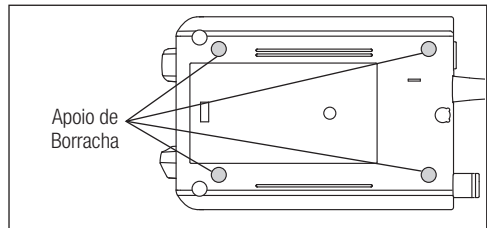

Fig. 5
- 2) Instale o apoio de borracha no local apropriado, como mostrado na Fig. 5.